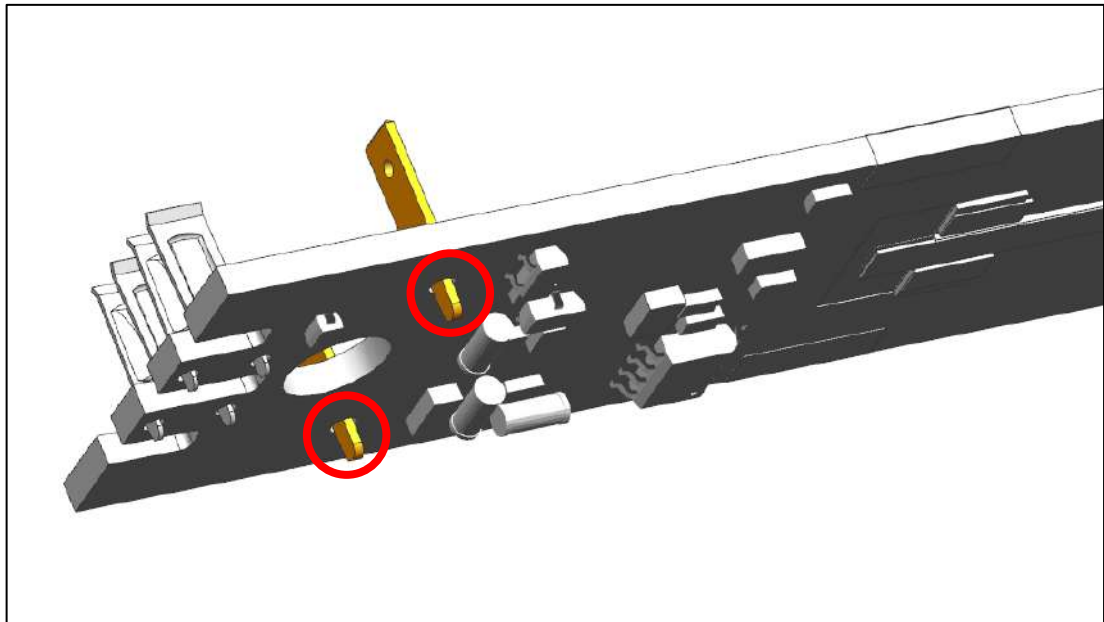

Abb. 30
- a) Löten Sie neue Akkupins in die dafür vorgesehenen Bohrungen auf der Platine (Abb. 30).